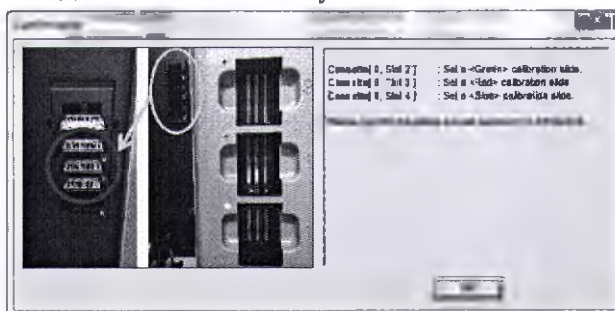

Рисунок 2
- (3) После нажатия на кнопку «ОК» появится начальное меню (Рисунок 2).